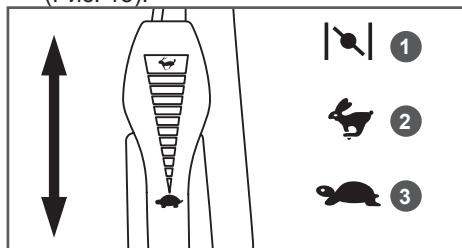
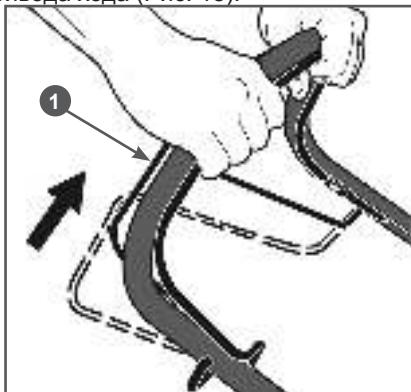

Рис. 15 Положения рычага газа
Рис. 18 Включение привода хода
2. Для запуска двигателя закройте воздушную заслонку карбюратора, для этого переведите рычаг газа 7 (Рис. 1) в положение «1» (вперёд до упора) (Рис. 15).
- После запуска двигателя переведите рычаг газа в положение «3» (Рис. 15) и прогрейте двигатель на холостых оборотах в течение 30 секунд.
После запуска прогретого двигателя работу можно начинать сразу, для этого переведите рычаг газа в положение «2» (Рис. 15).
- Рычагом газа переведите двигатель в режим холостого хода (переведите рычаг газа в положение 3 (холостых оборотов) (Рис. 15)
В соответствии с разделом ЗАПУСК ДВИГАТЕЛЯ запустите двигатель и прогрейте его. После прогрева двигателя установите рычаг газа в положение 2 (максимальные обороты) (Рис. 15), затем включите привод хода, нажав рычаг 1 включения привода хода (Рис. 18).
Скашивание необходимо производить только на максимальных оборотах двигателя (рычаг газа в положении 2 (Рис. 15)). Уменьшение оборотов двигателя для снижения скорости движения газонокосилки допускается только на короткое, непродолжительное время. Постоянная работа двигателя газонокосилки на средних и холостых оборотах с целью уменьшения скорости движения газонокосилки (или возможной экономии топлива) запрещается. В противном случае, это приведет к скоплению нагара в камере сгорания, на поверхностях поршня и головки цилиндра, поршневых кольцах, выпускном клапане и глушителе. Также может произойти залегание поршневых колец, зависание выпускного клапана. Кроме этого, из-за недостаточной скорости лопастей и лезвий ножа снижается мощность создаваемого лопастями ножа воздушного потока и эффективность срезания и выброса травы, что может привести к ухудшению производительности скашивания, забиванию деки газонокосилки травой и увеличению нагрузки на двигатель. Выход двигателя газонокосилки из строя по всем вышеперечисленным причинам не будет являться гарантийным случаем.